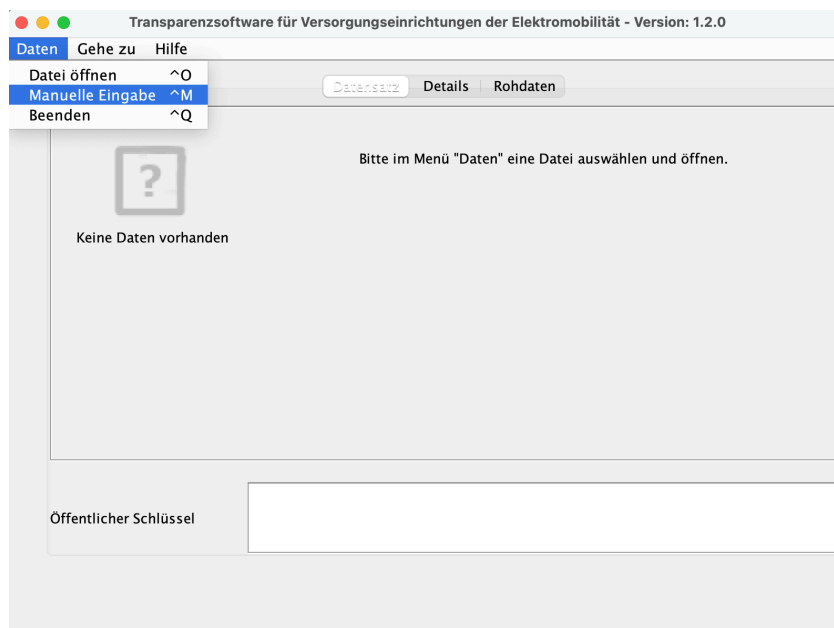

Abbildung 8: Eingabeformat der Signaturen
2. Das Datentupel kann entweder als Datei oder in Klartextform überliefert werden. Die Abbildung 8 zeigt die Auswahlmöglichkeiten.